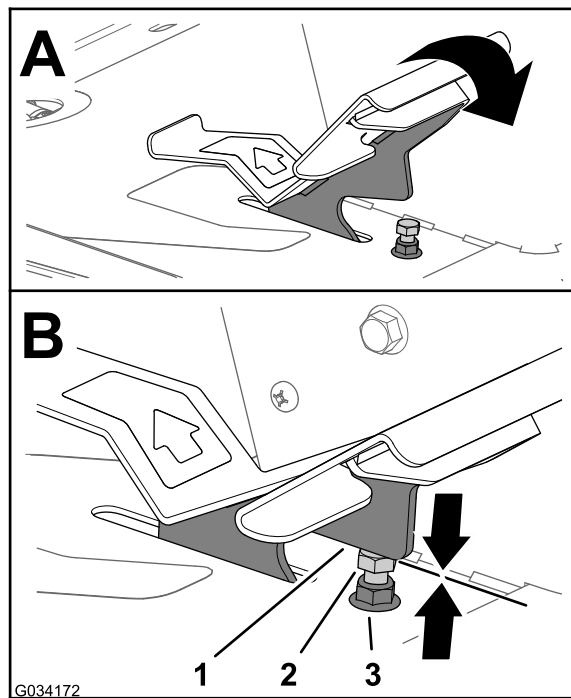
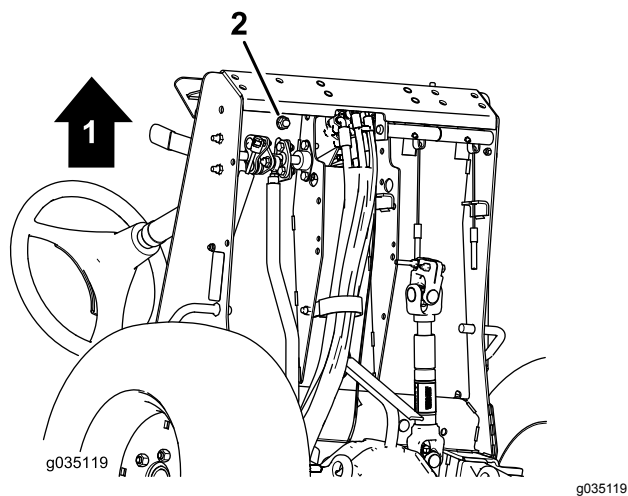

図 78
図 79
1. 走行ペダルを前進一杯に押し込む 図 78。
A. レンチでペダルストップを押さえる 図 78。
B. フットレストプレートの底部についているジャムナットをゆるめる 図 79。
- C. 走行ペダルを前進一杯にする 図 78。
D. ペダルストップを押さえておいて、フットレストプレートの上側にあるジャムナット 図 78 を調整して走行ペダルをストップに接触させる。
- F. ペダルストップを押さえた状態でフットレストプレート底部のジャムナット 図 78 と 図 79 を 37-45 N·m 3.7-4.6 kg.m = 27-33 ft-lb にトルク締めする。